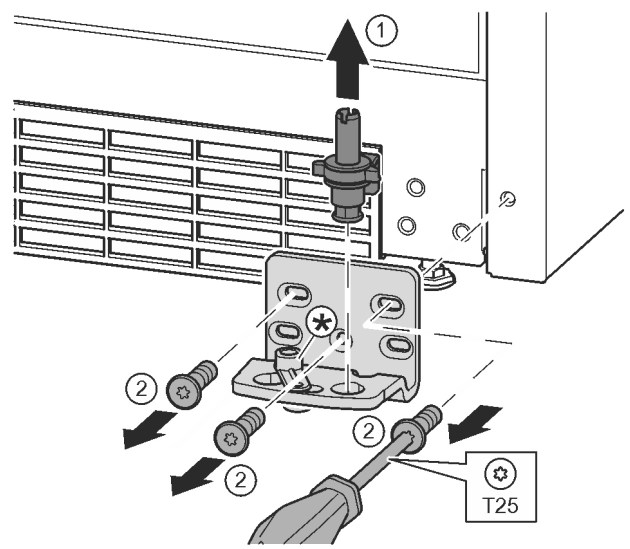

Fig. 11
- ▶ Ložiskový čep celý vytáhněte nahoru. Fig. 11 (1)
- ▶ Šroubovákem T25 vyšroubujte šrouby a sejměte stojan ložiska. Fig. 11 (2)